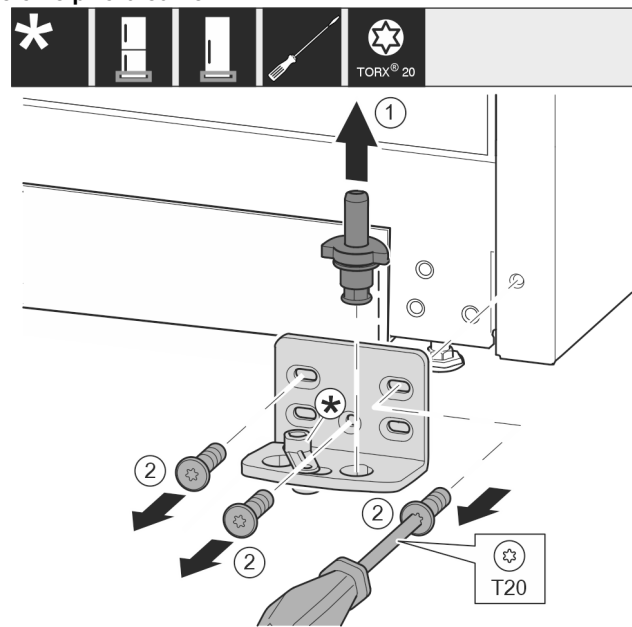

Fig. 12
- ▶ Visiškai ištraukite atraminius varžtus į viršų. Fig. 12 (1)
- ▶ Išsukite varžtus atsuktuvu T20 ir nuimkite atraminę gembę. Fig. 12 (2)